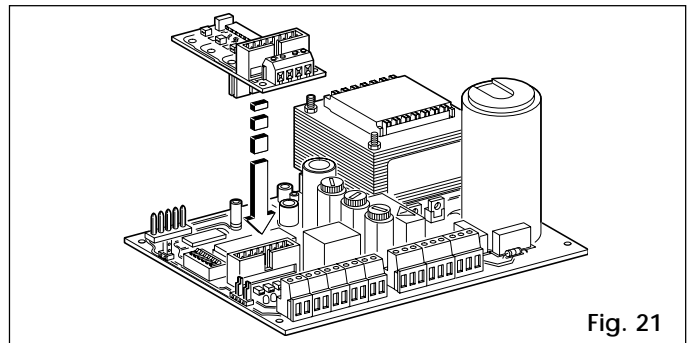

Fig. 21
**624 FSW board (Fig. 21)**
**624 SLAVE BOARD (Fig. 21)**